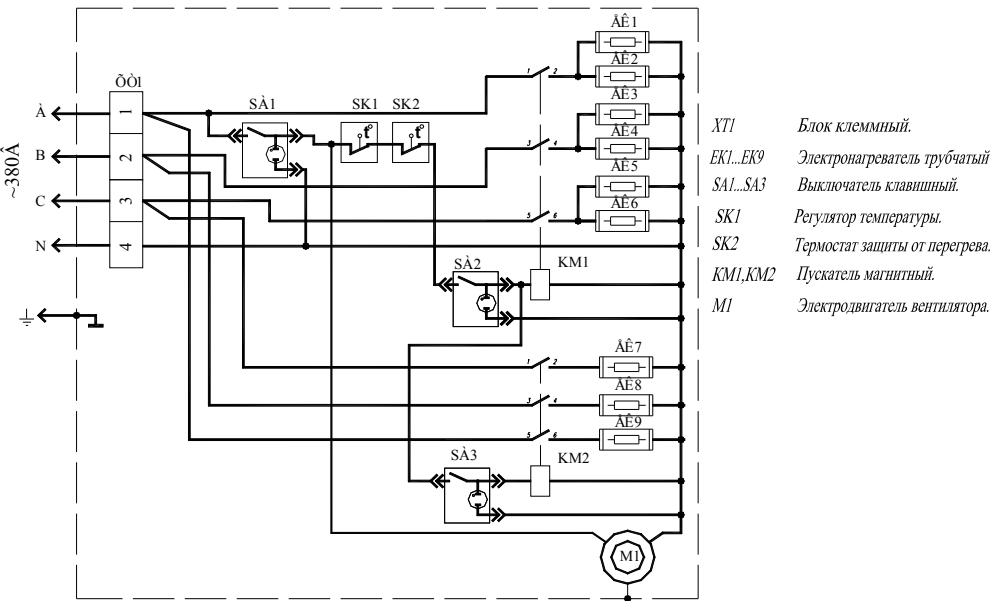

Рис.1 Калориферы КЭВ-12...16. Схема электрическая принципиальная.
- калорифер подключить к сети 380В в соответствии со схемой, приведённой на Рис.1 и настоящего руководства проводом сечением 4,0мм² – для КЭВ-20;